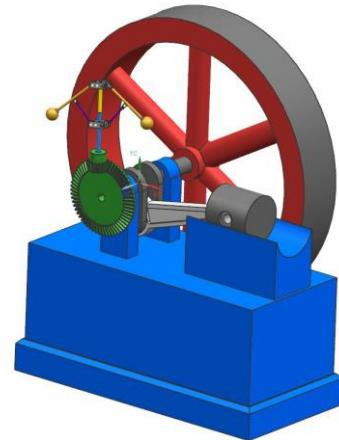

рис.2
В данном приложении системы NX 8.5 (*Симуляция кинематических механизмов*) при анализе механизмов вам не придется составлять эти эквивалентные схемы! Вам достаточно изобразить все детали механизма так, как они выглядят в действительности, с учетом реальной геометрии и массо - инерционных характеристик всех деталей (рис.2). Но эта возможность (избежать составления эквивалентных схем) возможна только при анализе поступательной и вращательной механики!
- В самом начале проекта вам придется построить *статическую* сборку будущего механизма. То есть, все детали будущего механизма должны располагаться друг относительно друга так, как это имеет место в реальном механизме (рис.2). При этом, естественно, на все детали предварительно вам придется наложить *ограничения сборки* (рис.6).